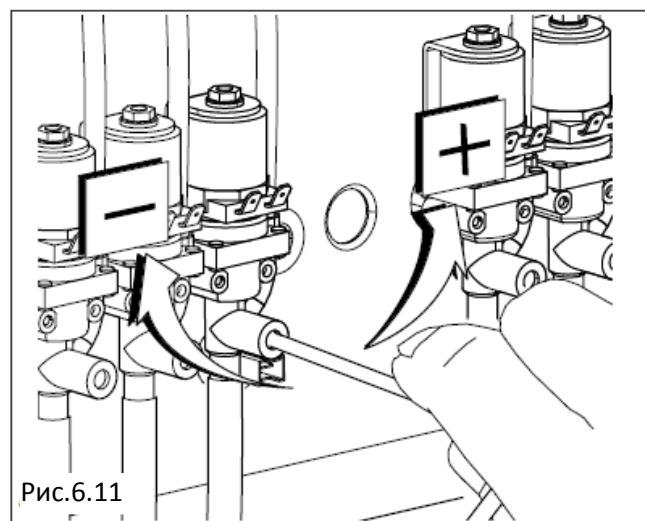

Рис.6.11
- Для улучшения промывки стаканчиков можно воздействовать на винт скорости, а затем проверить, что дозы достоверны (Рис. 6.11).